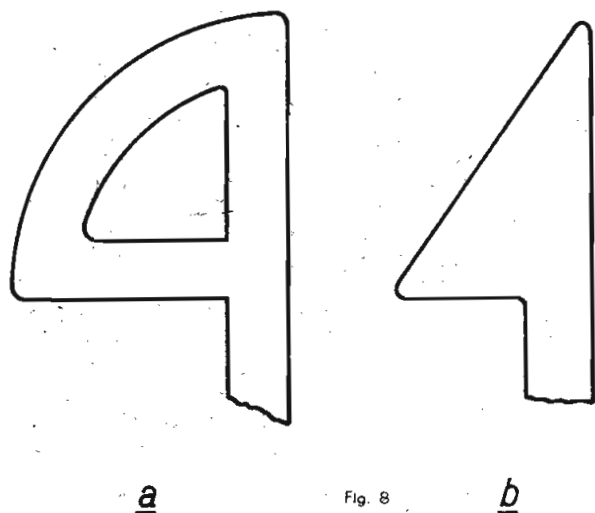

Fig. 8
Indien de klant dan ook veel platen heeft met een grotere diameter dan 31 cm, is de oplossing de aftaster (pos. 3c, fig. 8 van de service-docu-
Een en ander is verduidelijkt in fig. 8, waarvan a de oude uitvoering aangeeft en b de gewijzigde uitvoering. Het codenummer van deze laatste is 49 922 01.3.